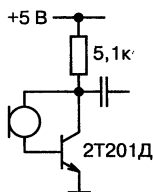

Рис. 2.12. Во сколько раз усиливается сигнал микрофона?
**РАДИОЛЮБИТЕЛЬ:** Мне встретилась схема микрофонного усилителя как на рис. 2.12. Какая-то она странная; может, ошибка?